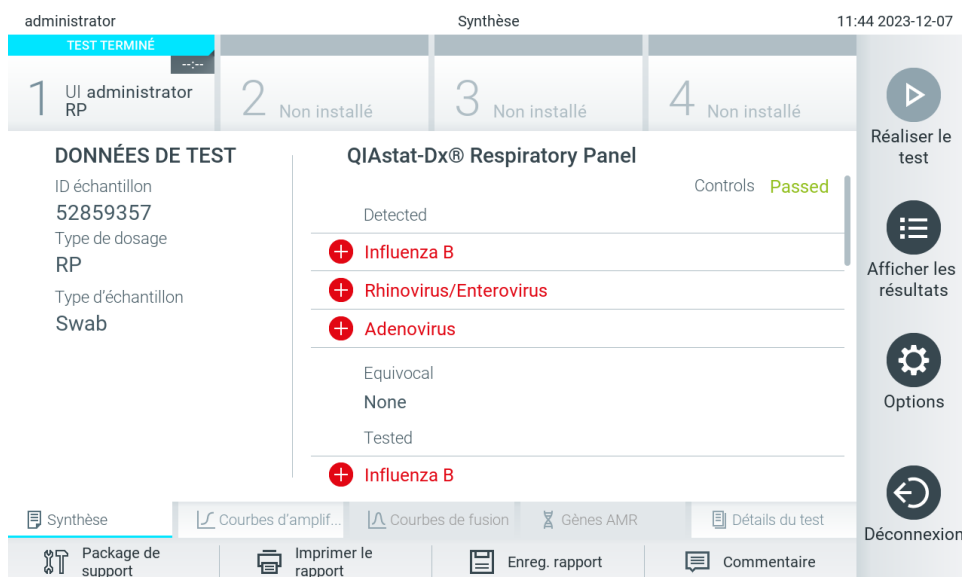

Figure 30. Écran Summary (Récapitulatif) des résultats.
11. Une fois la cartouche de dosage QIAstat-Dx éjectée, l'écran Summary (Récapitulatif) des résultats s'affiche (figure 30). Consultez la section 5.5 pour plus de détails.